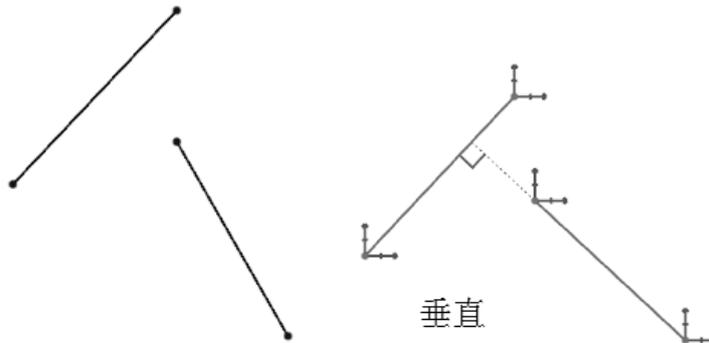

图 2-35 垂直约束
(5) 垂直 : 约束两条曲线, 使之垂直, 如图 2-35 所示。